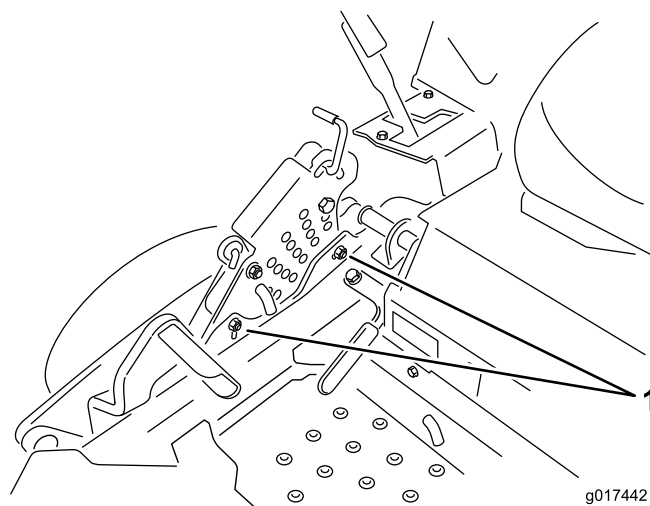

Figura 72
12. Per agire sull'impianto di regolazione da un punto unico, allentate i due bulloni alla base della piastra dell'altezza di taglio. Vedere Figura 72.
14. Serrate i due bulloni alla base della piastra dell'altezza di taglio (Figura 72). Serrate a 37-45 Nm.